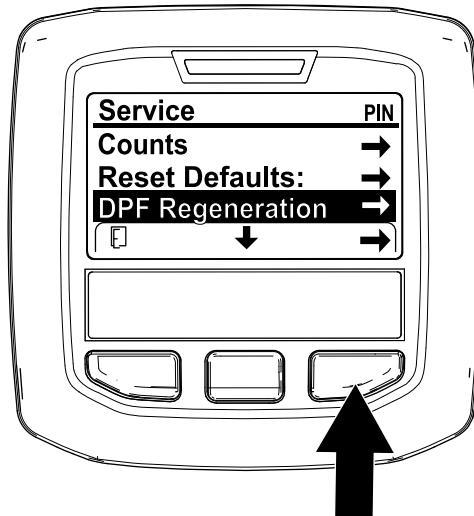

Figure 37
- Dans le menu Entretien, utilisez le bouton central pour naviguer jusqu'à l'option DPF REGENERATION (régénération du FAP) (Figure 37).
2. Appuyez sur le bouton droit pour sélectionner l'option DPF Regeneration (Figure 37).